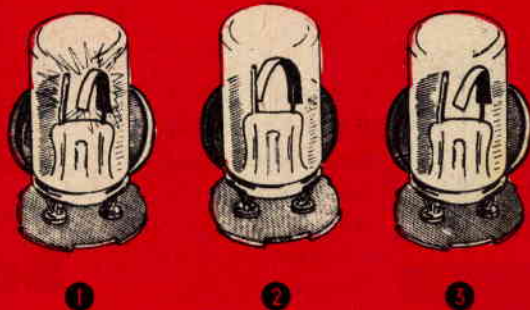

Fig. 2
Fig. 2 - All'interno di uno *starter* appare una lamina bimetallica, la quale è applicata a ridosso di un elettrodo. Il tutto è racchiuso in un'ampolla di vetro contenente gas raro. Applicando tensione ai terminali, si avrà una scarica attraverso il gas (1) con produzione di calore che agisce sulla lamina bimetallica fino a portarla a contatto dell'elettrodo affiancato (2). Trascorsi alcuni istanti, la lamina si raffredda, riguadagnando la posizione primitiva (3).